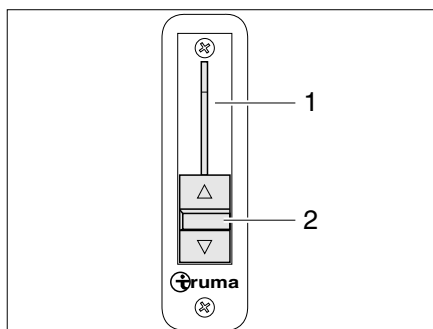

Fig. 26 Blocage de phase
Le régulateur à coulisse pour le blocage de phase (Fig. 26,2) se trouve à gauche sur le tableau de bord (Fig. 26,1).
- Pousser le levier (Fig. 26,2) entièrement vers le bas. Le blocage de phase est fermé.